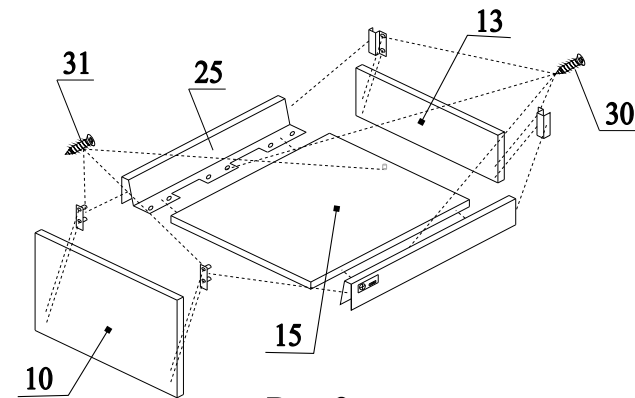

Рис.2
17. Привернуть к детали 10 шурупами 31 держатели боковин из комплекта 25. Соединить боковины и держатели задней стенки из комплекта 25. Соединить деталь 15 с боковинами, закрутить шурупы 30. Прикрутить деталь 13 шурупами 30 к держателям задней стенки. Прикрутить деталь 15 к детали 13 шурупом 31. Соединить боковины и деталь 10. Установить замок 34 в отверстие диаметром 20. Более подробная инструкция находится в комплекте 25 (рис.2);
18. Следующий ящик с деталью 11 собрать аналогично пункту 17 (рис.2);